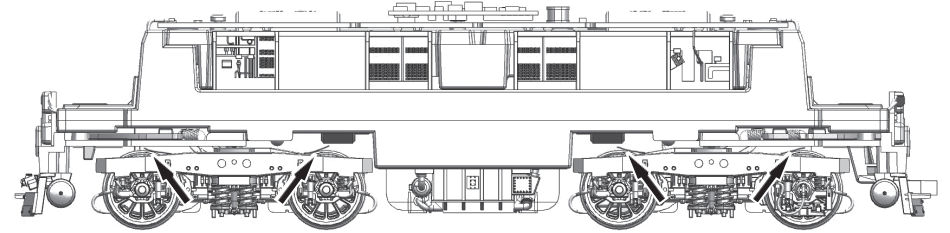

Fig. 9
3. Haftreifenwechsel: Zuerst den Getriebedeckel abnehmen (Fig. 4). Danach den **Radsatz** herausnehmen und die **Haftreifen** mit einer Nadel od. mit einem feinen Schraubendreher abziehen (Fig. 9). Beim Aufziehen der neuen Haftreifen darauf achten, dass diese sich nicht verdrehen.
3. Change of traction tyre: Remove the gear cover (fig. 4). Take out **wheel set** and remove **traction tyre** using a pin or a fine screwdriver (fig. 9). When pressing on the new traction tyre please **avoid twisting it**.
3. Échange des bandages d'adhérence: Démontez d'abord **le couvercle du carter des engrenages** des engrenages (fig. 4). Délogez ensuite les essieux bandagés et enlevez, à l'aide d'une aiguille ou d'un tourne-vis fin, les bandages d'adhérence (fig. 9). Lors du montage des nouveaux bandages veuillez veiller à ce que les bandages **ne soient pas tordus**.